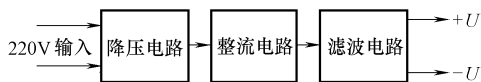

图 10-23 输出正、负极性直流工作电压电源电路
3) 输出正、负极性直流工作电压的电源电路,如图 10-23 所示。